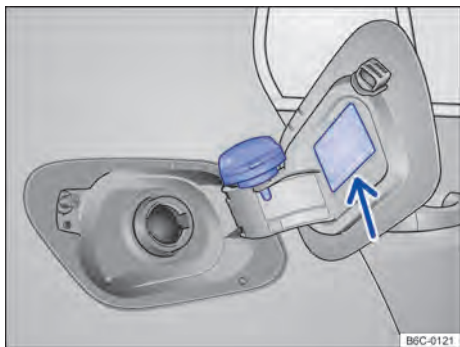

Fig. 158 Portinhola do tanque de combustível aberta com a tampa do tanque de combustível pendurada.
- Remover a tampa do tanque girando-a no sentido anti-horário e encaixá-la no suporte na portinhola do tanque → Fig. 158.